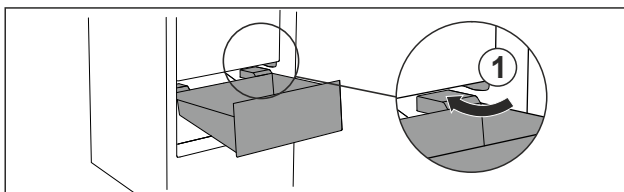

Fig. 57
- ▶ Preved'te zásuvku šikmo okolo zářžok Fig. 57 (1).